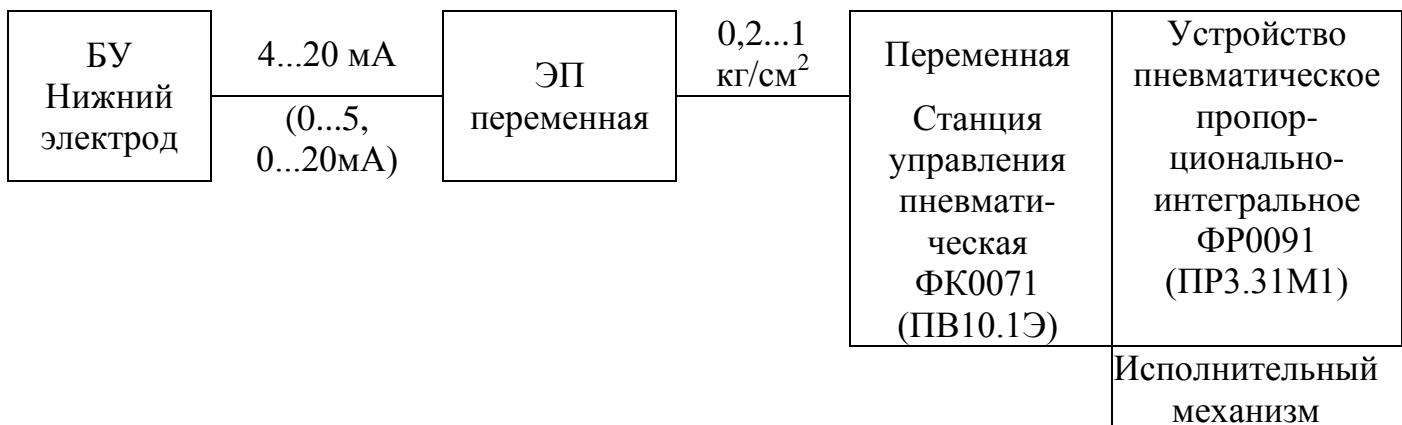

Рис. 1. Автоматическое регулирование раздела фаз «нефть-вода» в ЭДГ на базе пневматического регулятора.
4.3.1 Для автоматического регулирования уровня раздела фаз “нефть-вода” в электродегидраторе, необходимо аналоговый выход с блока управления ИПМ НИЖНЕГО электрода подключить к станции управления пневматической с регулятором (см. рис.1).